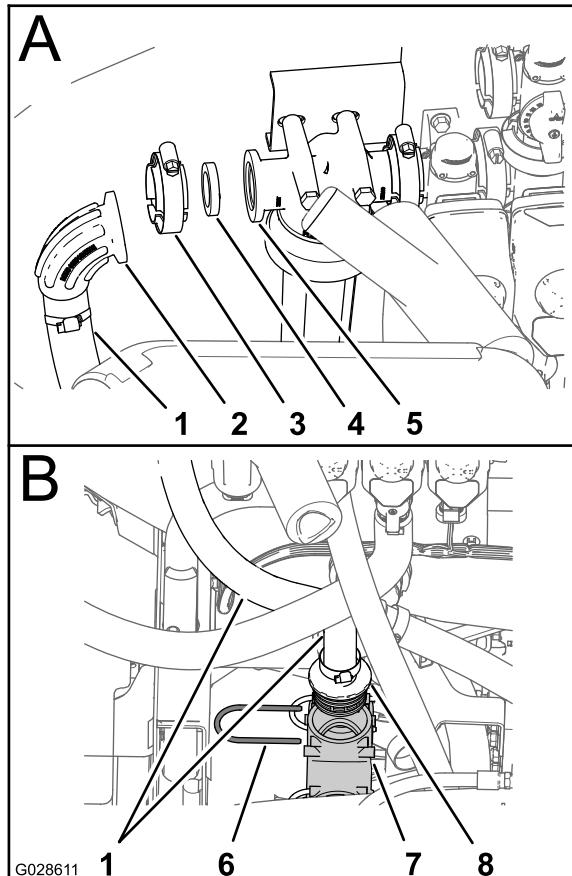

Рисунок 17
- Снимите хомут фланца, прокладку, колено и впускной шланг с головки фильтра линии нагнетания (вид А на Рисунок 17).
- Снимите держатель, который крепит прямой штуцер впускного шланга к нижнему тройнику системы опрыскивателя, и снимите впускной шланг с машины (вид В на Рисунок 17).